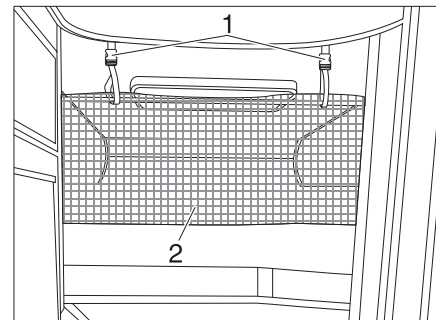

Fig. 136 Filet de sécurité
Le filet de sécurité (Fig. 136,2) de série est rangé entre le matelas et le sommier à lattes. Ne tendre le filet de sécurité qu'une fois que la personne se trouve dans le lit.
- Faire s'enclencher les sangles de retenue (Fig. 136,1) dans les œillets du plafond.